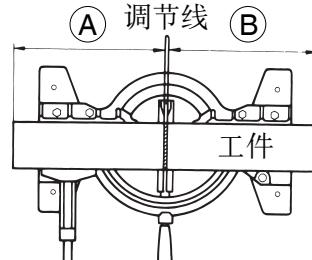

图 8
- (1) 由于锯条宽度表示锯割宽度，需要锯下长度(B)的材料时，请将工件往右移动(图8)。
- (2) 锯条达到最大转速后，轻轻按下把手以使锯条接近工件。
- (3) 锯条碰到工件后，请逐渐按下把手以进行锯割。
- (4) 锯割结束后(或锯进所需深度后)，向上提高把手，使其返回原来位置。
- (5) 每次完成锯割后，都必须关掉本工具的开关。另外，必须等锯条完全停止转动后才能准备进行下一次锯割。